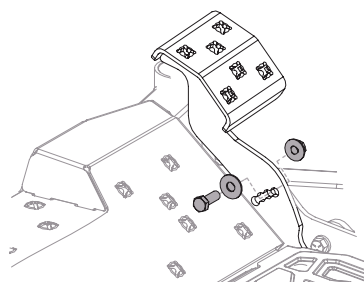

Figura 41
4. Vuelva a instalar el hardware que retiró anteriormente y apriete la tuerca a 28-35 pies-libras (38-47 N-m) (Figura 41).
2. Retire el perno hexagonal, la arandela y la tuerca hexagonal cerca del centro del conjunto del pedal (Figura 41).